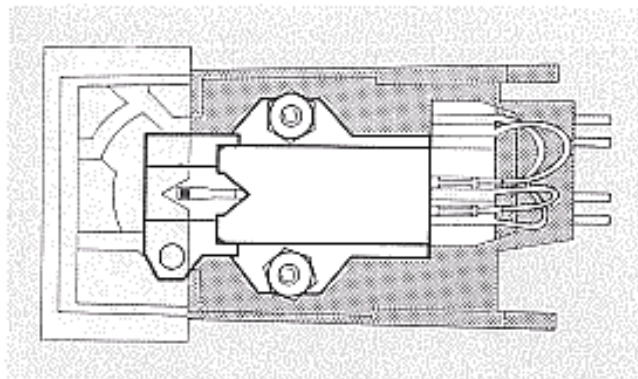

Fig. 13
1. Zur Montage des Tonabnehmersystems lösen Sie den Systemträger (3) vom Tonarm, indem Sie den Tonarmgriff (2) nach hinten drücken. Halten Sie dabei den Systemträger fest, da er nach Öffnen der Verriegelung herunterfällt.
2. Befestigen Sie das Tonabnehmersystem unter Verwendung des dem Tonabnehmersystem beigelegten Zubehörs auf dem Systemträger. Zu beachten ist, daß sich die Abtastnadelspitze - von oben betrachtet - mit der V-förmigen Aussparung der Systemlehre deckt (Fig. 13).
1. To mount the cartridge, detach the cartridge holder (3) from the tonearm by pressing the tonearm lift (2) backward, while holding the cartridge holder with your hand to prevent its falling down when the lock is released.
2. Using the hardware provided, mount the cartridge on the cartridge holder. Make sure that the V-shaped recess of the stylus tip - as seen from above - covers the cartridge gauge. (Fig. 13).